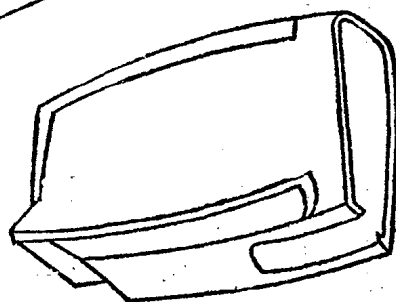

图 1-17 罩壳
4. 罩壳 保护定转子用，通常用铝铸成或用塑料制成。有的电机分为前后罩壳两部分，有的电机只有后罩壳如图1-17所示，而前罩壳和前盖合为一体通称为前端盖。